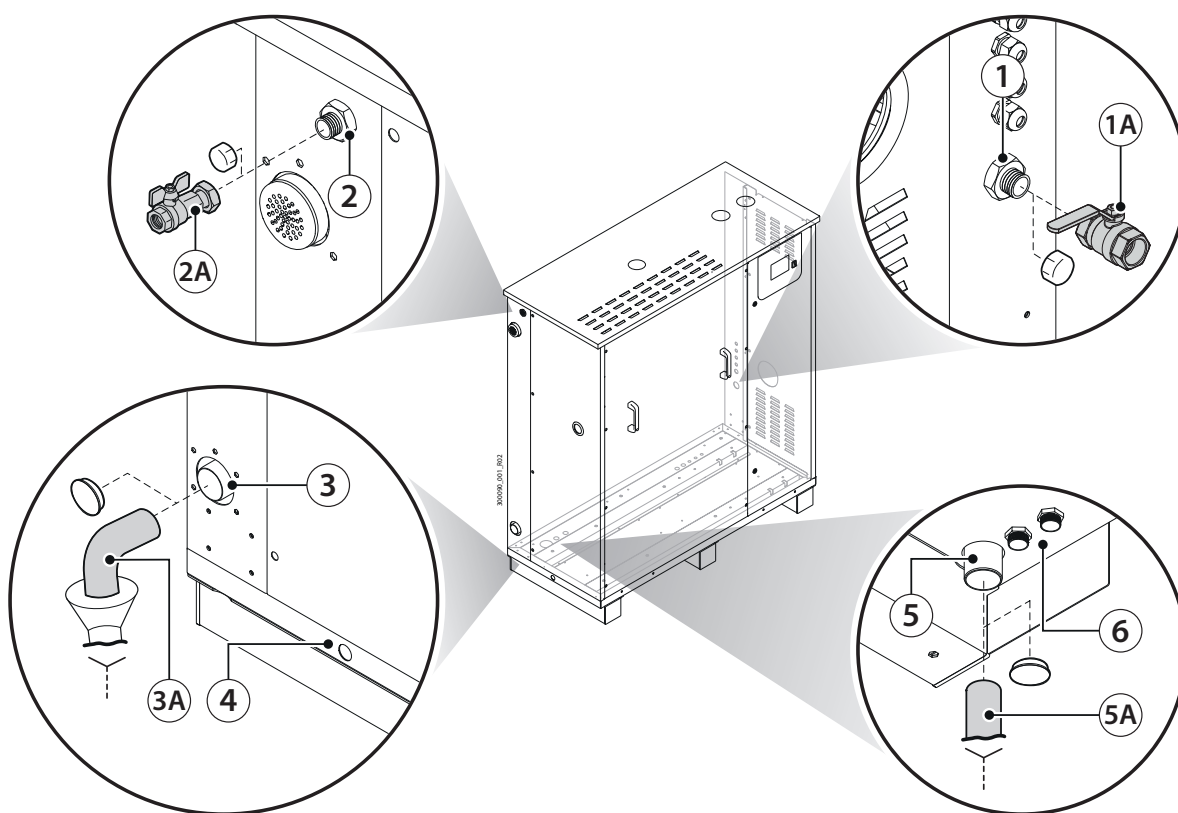

Fig. 7.a
- all'acqua di scarico: utilizzare un tubo di plastica non conduttiva resistente fino a 100 °C (212 °F), con diametro interno di 50 mm (1.96") (3A, 5A - fig. 7.a);